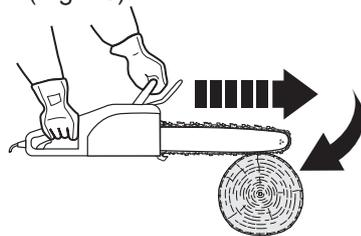

Fig.27
1. Si la chaîne [3] est pincée au niveau du bord inférieur du guide-chaîne [4], l'appareil peut être projeté brutalement vers l'avant (Fig. 27).